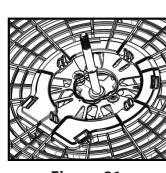

Figura 21
• Para retirar a grade traseira deve-se pressionar as travas para trás e puxar a grade livrando-a do dente da trava como mostrado na **figura 21**.